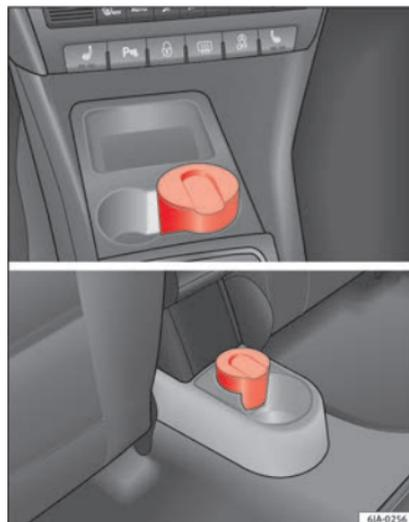

Fig. 153 Console centrale: posacenere anteriore/posacenere posteriore.
- Per estrarre il posacenere »» fig. 153 occorre tirarlo verso l'alto.